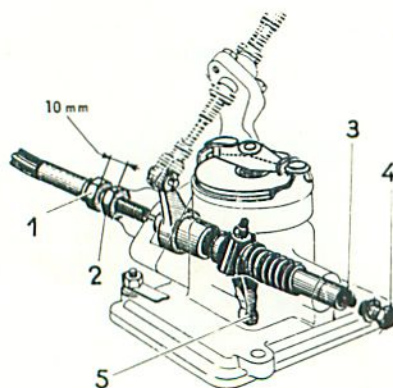
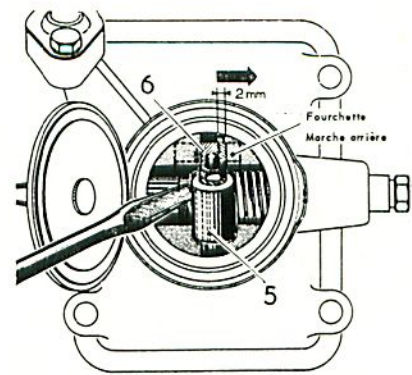

Figure BV 58.
Figure BV 59.
Par l'orifice de remplissage d'huile, et à l'aide d'un gros tournevis, amener le doigt (5, fig. BV 58) de passage des vitesses dans l'alignement de la fourchette de 1^{re} et 2^e (6, fig. BV 59). Puis la dépasser de 2 mm environ vers la marche arrière, maintenir le doigt (5) dans cette position.